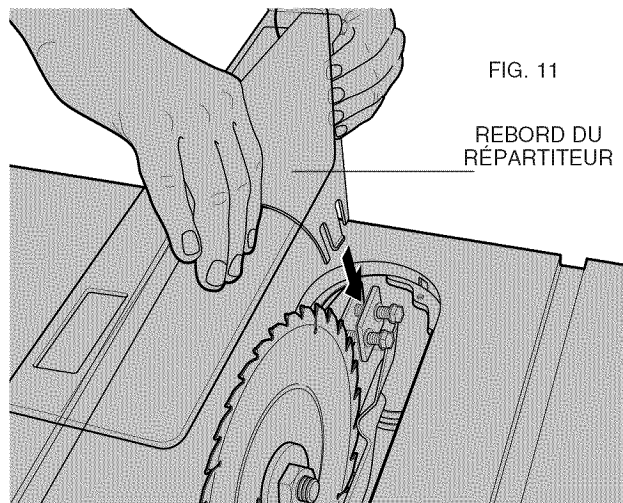

FIG. 11
3. Insérer le protège-lame, tel qu'illustré à la figure 11, en s'assurant que les boulons s'ancrent fermement dans les fentes de ce dernier. Le bord du couteau séparateur doit dépasser et s'accrocher sous les cales. Resserrer les boulons. S'assurer que le couteau séparateur soit centré et placé parallèlement à la scie en alignant les pièces au moyen d'une règle droite. Si le couteau et la lame ne sont pas alignés, desserrer les boulons mais sans les retirer.